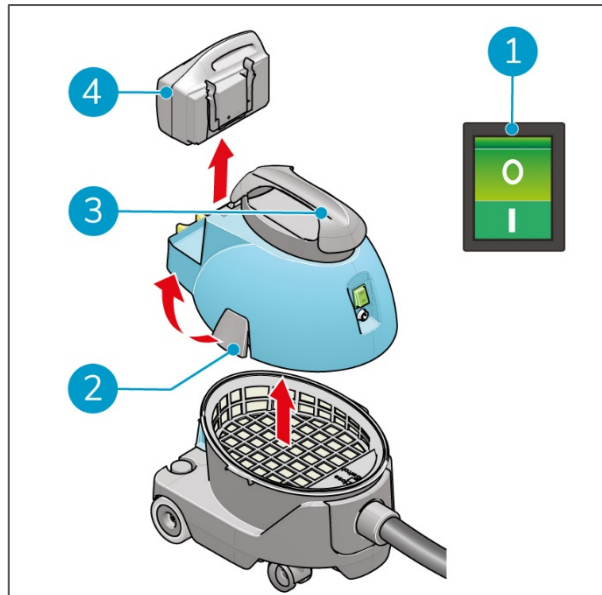

Abbildung 22
1. Schalten Sie den i-vac[®] 5B mit dem ON/OFF-Schalter aus (Figure 22, Pos. 1).
2. Entnehmen Sie den Akku (Figure 22, Pos. 4).
3. Öffnen Sie die Riegel (Figure 22, Pos. 2).
4. Heben Sie den Deckel am Griff ab (Figure 22, Pos. 3).